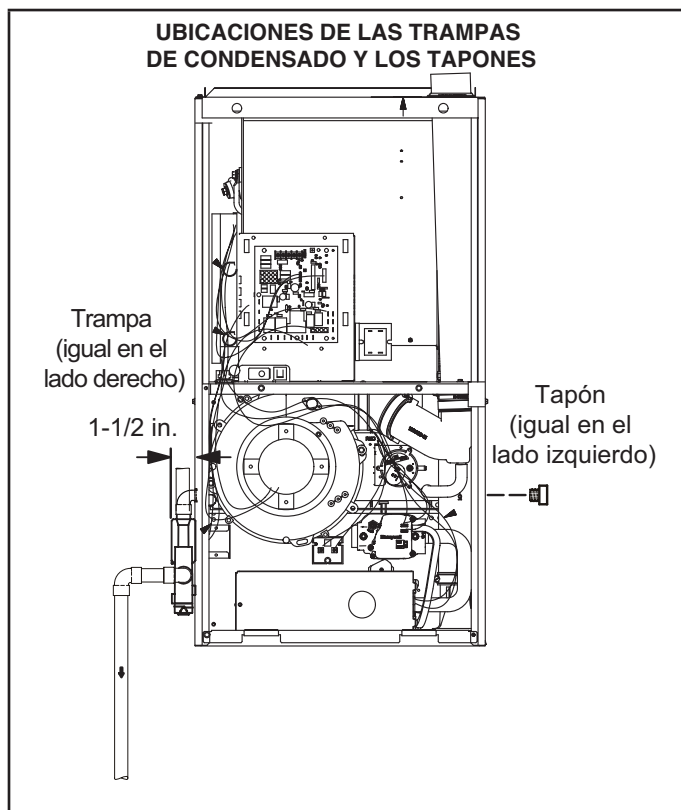
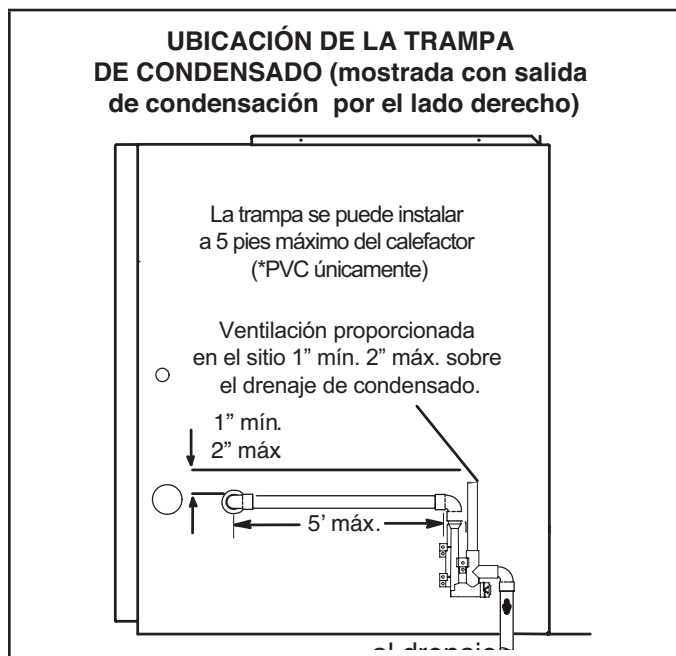

FIGURA 37
FIGURA 38
Esta unidad está diseñada para salida de la tubería de condensado a la derecha o a la izquierda. Consultar la FIGURA 37 y la FIGURA 38 para las ubicaciones de las trampas de condensado.
- 2 - Use un destornillador grande de punta plana o una extensión de la boquilla de accionamiento de 1/2" y retire el tapón (FIGURA 37) de la caja del cabezal del extremo frío en la ubicación apropiada en el costado de la unidad. Instale el accesorio del codo macho hembra de 3/4 NPT en la caja del cabezal del extremo frío. Use cinta de Teflón o un recubrimiento para tuberías apropiado.